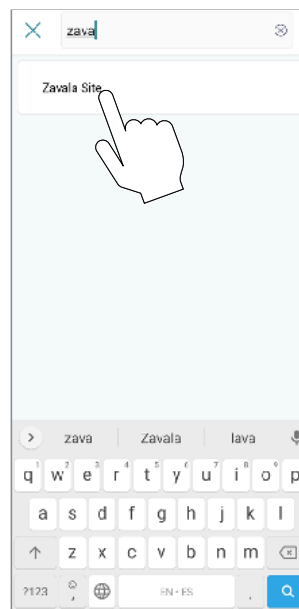

Figure 135. Sélectionner une organisation
4. L'écran affichera toutes les organisations existantes. Sélectionnez l'organisation ou la sous-organisation désirée, voir **Figure 135**.